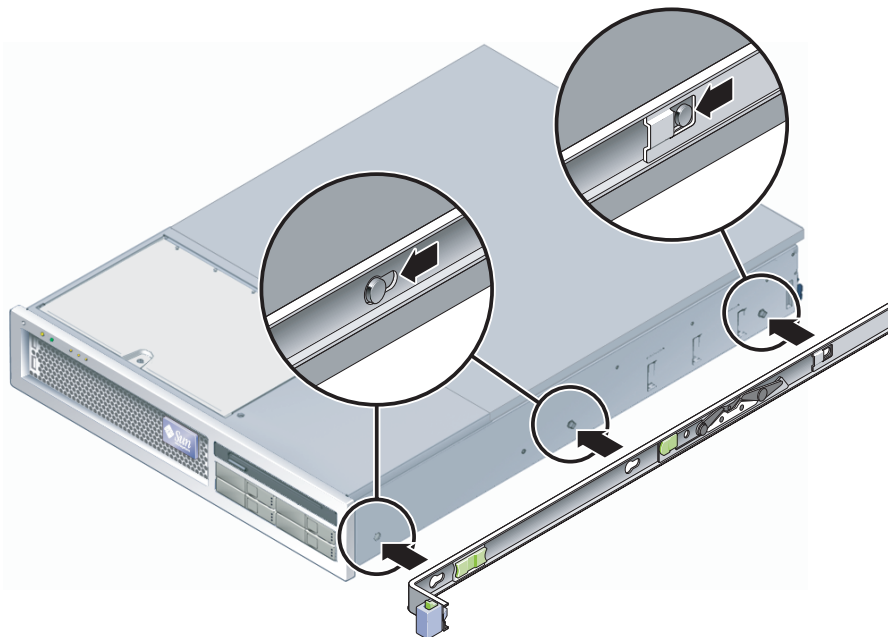

FIGURE 3-26 Fixation d'un support de montage au châssis
- a. Placez le support de montage contre le châssis du serveur (FIGURE 3-26) de sorte que le verrou du rail coulissant se trouve à l'avant et que les trois ouvertures du support de montage soient alignées sur les trois broches de repère sur le côté du châssis.
- c. Vérifiez que les trois broches de repérage sont piégées dans les ouvertures et que la broche de repérage arrière a engagé le verrou du support de montage, comme indiqué à droite de la FIGURE 3-26.